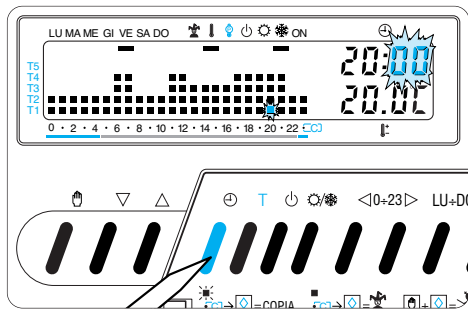

Fig. 18
5.1 - Premere il pulsante ⌚ (fig. 18).